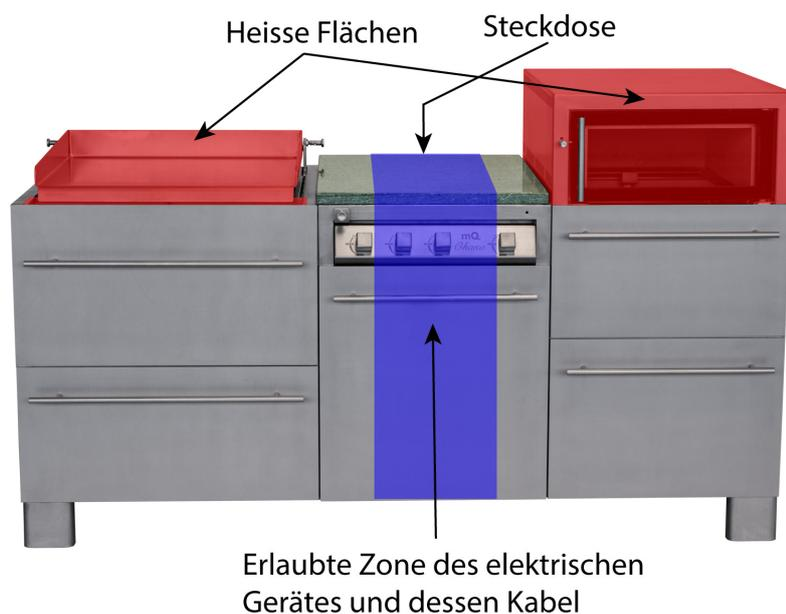

Abbildung 3.2: Rot: Heisse Flächen, Blau: Erlaubte Zone für das elektrische Gerät und dessen Kabel
Der mQ[®] Ohana kann vom Hersteller mit einem Stromanschluss ausgerüstet werden. Dieses besteht aus einem 5 m langem orangenen Kabel und wird an einer üblichen 230 V Haussteckdose angeschlossen. Sichern Sie in jedem Fall das dazu gehört eine Steckdose mittig vorne unterhalb der Schublade mit den Gasflaschen (11). An diesem Anschluss kann eine weitere Kochstation dem mQ[®] Ohana hinzugefügt werden, z.B. eine Induktionsplatte. Das elektrische Gerät muss mittig auf der Ablagefläche positioniert, innerhalb der blauen Zone Abbildung 3.2. Alle Kabel sowie elektrische Geräte dürfen die heissen Flächen nicht berühren!